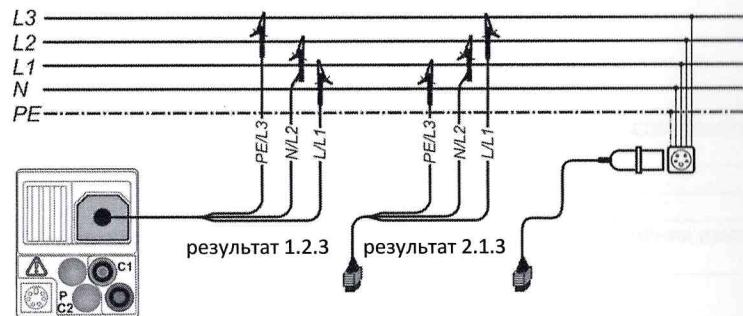
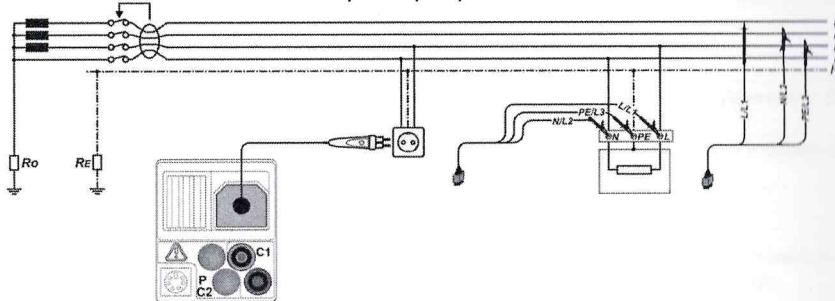

Рисунок 5.2: Подключение 3-х проводного тестового кабеля и дополнительного адаптера к трехфазной цепи
Рисунок 5.3: Подключение штепсельного щупа и 3-х проводного тестового кабеля к однофазной цепи
- **Подключите** испытательные выводы (проводы) к исследуемому элементу (см. Рисунок 5.2: Подключение 3-х проводного тестового кабеля и дополнительного адаптера к трехфазной цепи и Рисунок 5.3: Подключение штепсельного щупа и 3-х проводного тестового кабеля к однофазной цепи)